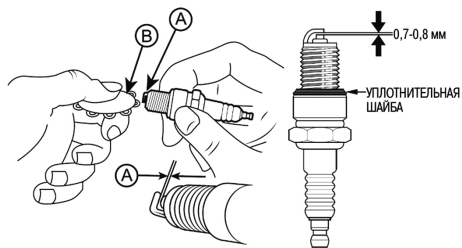

Рис. 23 Проверка зазора между электродами
4. Измерьте зазор А между электродами свечи зажигания специальным щупом В. Зазор А должен быть $0,7 - 0,8$ мм (Рис. 23). При увеличении или уменьшении требуемого зазора, рекомендуется заменить свечу, так как регулировка зазора может привести к изменению качества искрообразования.